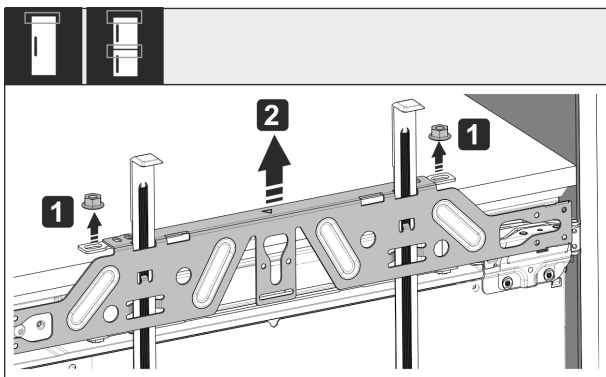

Fig. 50
- ▶ Svitare i controdadi Fig. 50 (1).
- ▶ Togliere la traversa di fissaggio Fig. 50 (2).